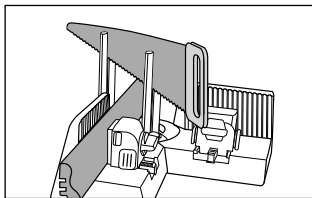

Fig. 10
- ◆ Cu cealaltă mână ghidați ferăstrăul de sus prin barele de ghidare ❷ (a se vedea fig. 10).